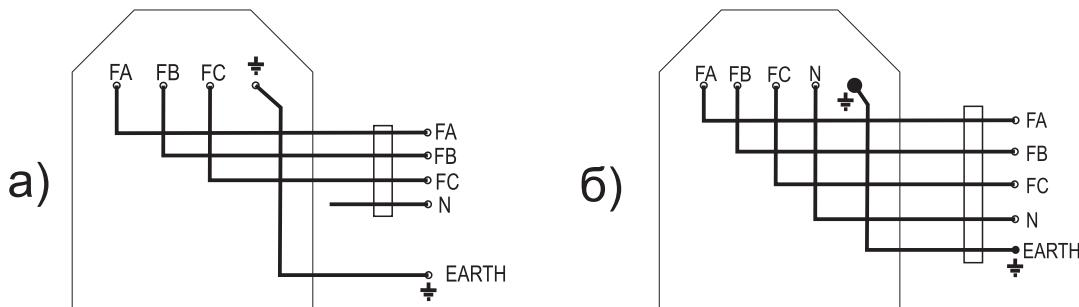

рис. 5.1
**ВНИМАНИЕ!** Подключение аппарата к сети производится по четырехпроводной (а - рис.5.1) или пятипроводной (б-рис.5.1) схеме кабелем сечением не менее 4мм2.